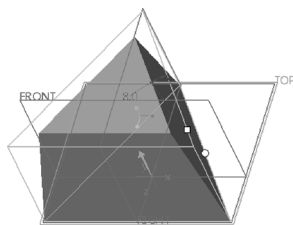

图 6-67 模型几何预览
5) 输入拔模角度“8”, 单击  (反转角度以添加或去除材料) 按钮。此时的模型几何预览如图 6-67 所示。